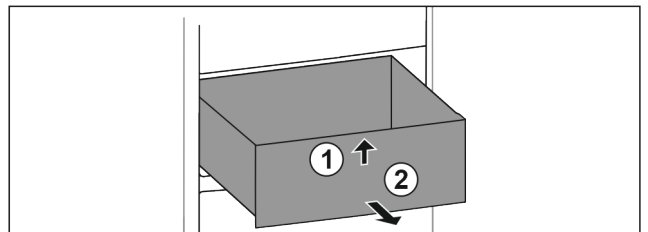

Fig. 28
- ▶ Підняти висувний ящик спереду. Fig. 28 (1)
- ▶ Вийняти висувний ящик рухом вперед. Fig. 28 (2)